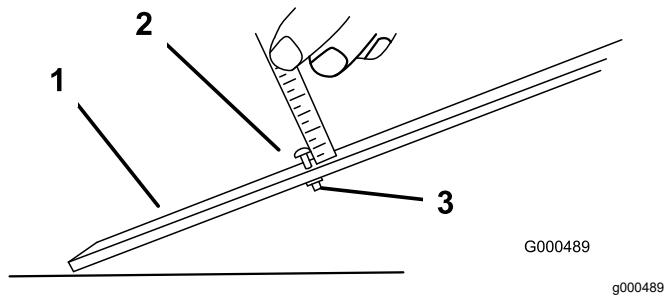

Figura 8
- Afloje la tuerca de la barra de ajuste y ajuste el tornillo a la altura de corte deseada (Figura 8).